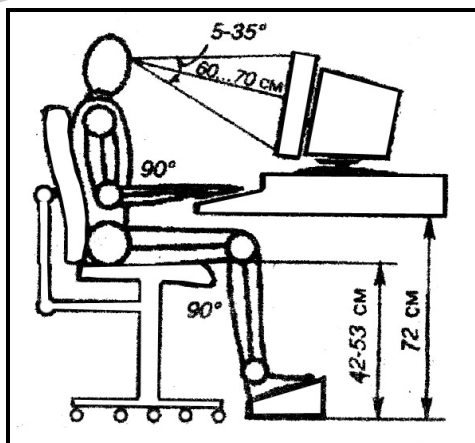

Рис.21. Посадка пользователя за компьютером
5. Экран монитора должен находиться от глаз пользователя на расстоянии 60–70 см, но не ближе 50 см. Верхняя треть экрана должна располагаться на уровне глаз (рис. 21).